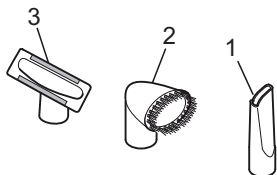

Abb. 5
- **Fugendüse (Abb. 5/1)**
- **Möbelbürste (Abb. 5/2)**
- **Polsterdüse (Abb. 5/3)**